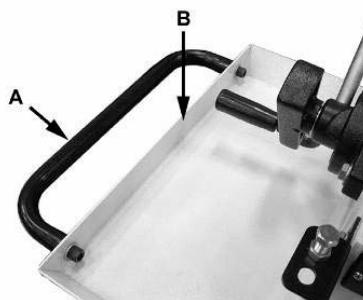

Рис.5
Задержите ручку (A, Рис. 5) на поддоне для стружки (B), используя 2 внутренних шестигранных винта и шайбы.